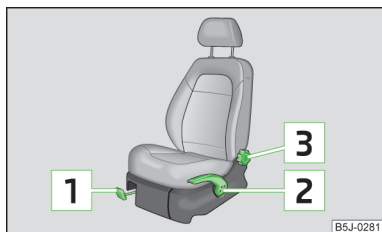

Fig. 36
- Trageți în sus de maneta **1** » fig. 36 și deplasați scaunul în poziția dorită.
- Dacă doriți să ridicați scaunul, ridicați maneta **2** » fig. 36 în sus, respectiv pompați.
- Eliberați spătarul (nu vă sprijiniți) și rotiți rozeta **3** » fig. 36 pentru a regla înclinația spătarului.